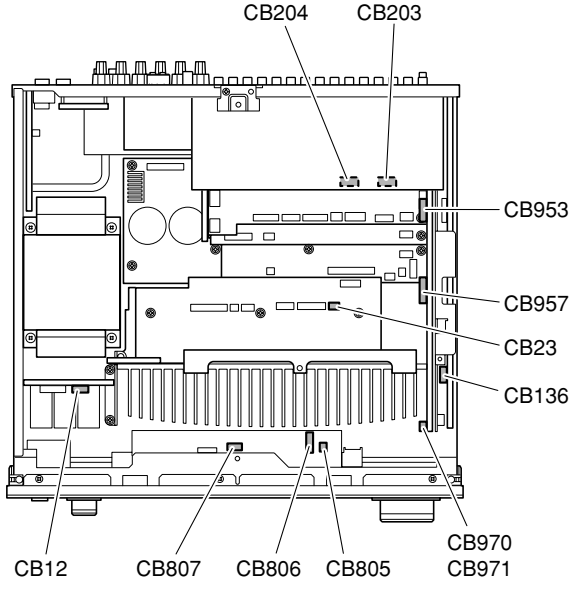

Fig. 3
c. Remove CB12, CB805-807, CB970 and CB971. (Fig. 3)
(Fig. 3)
- Remove CB136, CB204, CB953, CB957. (Fig. 3)
- Remove CB23, CB203. (Fig. 3)
- CB136、CB204、CB953、CB957を外します。(Fig. 3)
- CB23、CB203を外します。(Fig. 3)